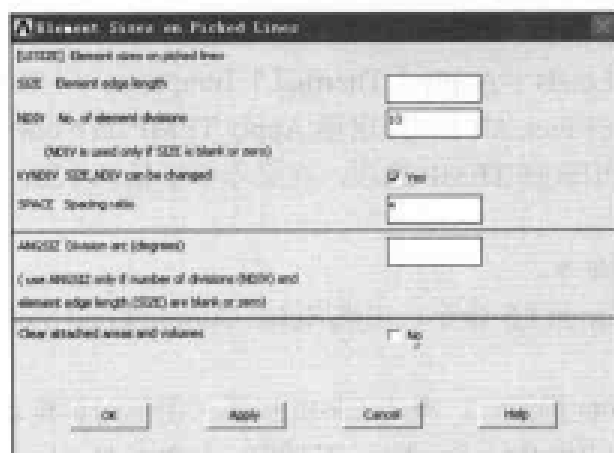

图 10-56 线段单元尺寸设置对话框
(3) 选择 Main Menu | Preprocessor | Meshing | Size Cntrl | ManualSize | Lines | Picked Lines 命令, 出现 Element Size on 菜单, 在文本框中输入 1, 单击 OK 按钮, 出现 Element Sizes on Picked Lines 对话框, 在 NDIV No. of element divisions 文本框中输入单元个数 10, 在 SPACE Spacing ratio 文本框中输入 4, 如图 10-56 所示, 单击 OK 按钮关闭该对话框。